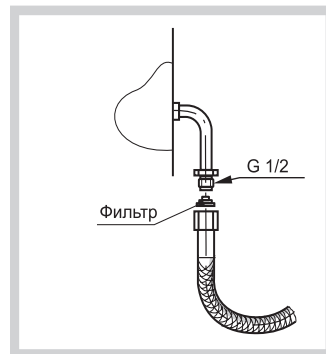

Рис. 10
- Подсоединение плиты к газовой сети или баллону должно быть выполнено при помощи гибкого шланга согласно действующим в Вашем регионе нормативным документам в области газоснабжения и безопасности (рис. 10).